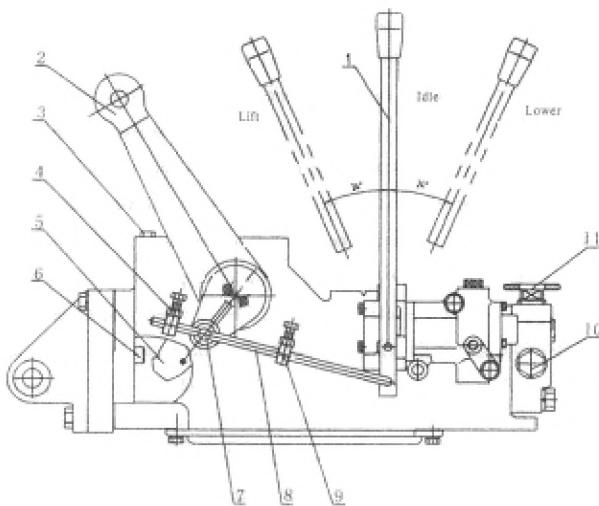

Рисунок 4-34. Регулировка подъемника.
Установите рычаг управления (1) в нейтральное положение (смотрите рисунок 4-34), затем отрегулируйте расстояние между возвратными упорами (4), (9) на штоке (8) и штифт (7), зафиксированный в подъемном вале, для контроля орудия в высшем и низшем положении.